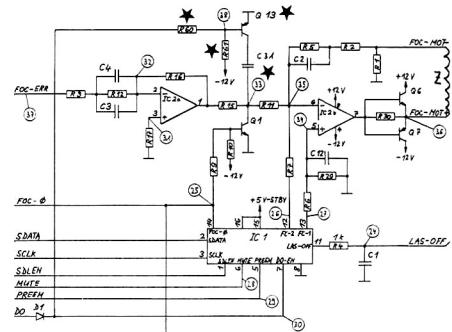

Fig. 3.3 * Entfallen bei 1.769.315
- Der Umbau von 1.769.310 auf 1.769.315 wird generell empfohlen; zu diesem Zweck braucht lediglich der Kondensator C 31 ausgeloetet zu werden (Fig. 3.3).